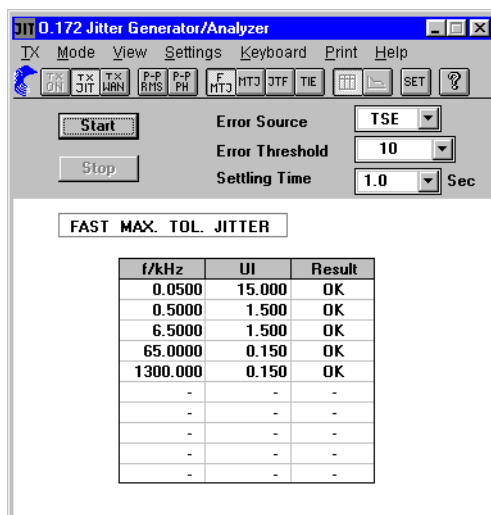

Bild A-8 Fenster bei Fast-MTJ-Messungen
- Die Tabelle (siehe Bild A-8) enthält vom Anwender vorgegebene Kombinationen bzw. Defaultwerte von Jitterfrequenzen und Jitteramplituden. Diese werden nach dem Start der Messung in der Reihenfolge der Tabelleneinträge eingestellt.